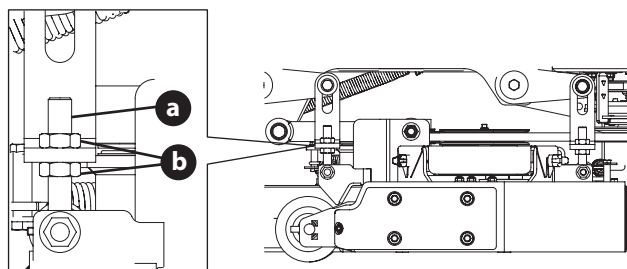

Figure 31
3. Réglez le boulon à œil (a) à l'avant gauche du plateau de coupe de manière à ce que la hauteur lame-sol à l'extrémité extérieure droite de la lame corresponde à celle de l'extrémité extérieure gauche de la lame. Pour ce faire, il faut desserrer les contre-écrous (b) sur le boulon à œil (a) et serrer le contre-écrou supérieur (b) pour lever le plateau et desserrer le contre-écrou (b) pour l'abaisser. La hauteur de l'extrémité de la lame extérieure droite est fixée par le boulon à œil avant droit (a); vous devez donc ajuster l'extrémité extérieure gauche pour qu'elle corresponde à la hauteur de l'extrémité extérieure droite (Figure 31).
4. Une fois le réglage effectué, resserrez les contre-écrous (b) (Figure 31).
3. Desserrez les contre-écrous (b) à l'arrière, à gauche et à droite des boulons à œil du plateau de coupe (a) (Figure 31).
4. Commencez par l'arrière droit pour relever l'arrière du plateau de coupe, serrez le contre-écrou supérieur (b) pour relever le plateau de coupe ou desserrez le contre-écrou supérieur (b) pour abaisser l'arrière du plateau de coupe (Figure 31).
5. Ajustez le contre-écrou (b) à l'arrière gauche pour éliminer le « jeu » de la tige filetée (Figure 31).
6. Serrez les deux contre-écrous inférieurs (b) pour fixer le réglage du plateau de coupe (Figure 31).
7. Le réglage final consiste à éliminer le « jeu » de la tringlerie arrière gauche si l'arrière du plateau de coupe est relevé, en réglant les contre-écrous (b) sur le boulon à œil (a). Desserrez les contre-écrous (b) et serrez le contre-écrou supérieur (b) pour éliminer le « jeu » (Figure 31).
8. Dans de nombreux cas, il sera nécessaire de régler la hauteur du plateau de coupe en utilisant à la fois les boulons à œil (a) et le réglage de l'inclinaison pour obtenir les hauteurs correctes entre la lame et le sol. Si vous vous souvenez que le réglage de la pointe de la lame avant droite est fixe et que vous nivelez à cette hauteur, le réglage du plateau de coupe sera simplifié (Figure 31).